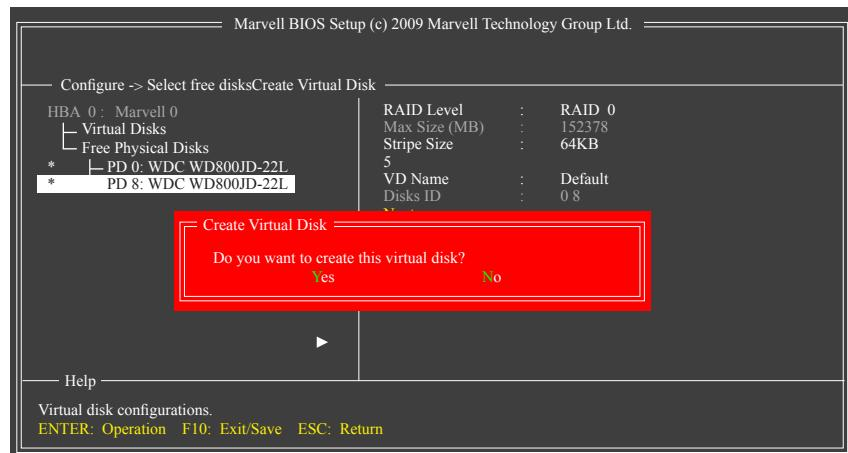

図5
6. **Next:** 上の設定を完了した後、**Next**に移動して<Enter>を押すとアレイの作成を開始します。ボリュームの作成を確認するように求めるメッセージが表示されたら、<Y>を押して確認するか<N>を押してキャンセルします(図5)。